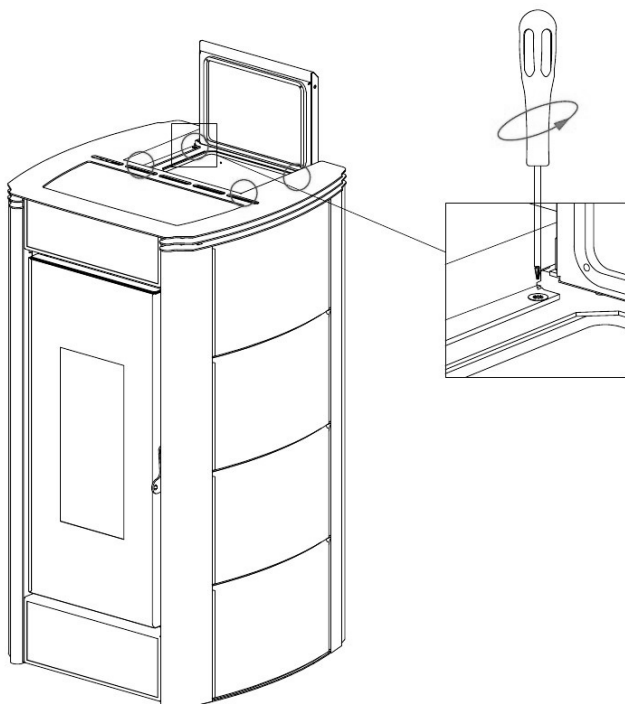

Fig. 33 - Verwijdering van de schroeven
- Het deksel verwijderen: de bovenste 4 schroeven losdraaien (zie **Fig. 33**).